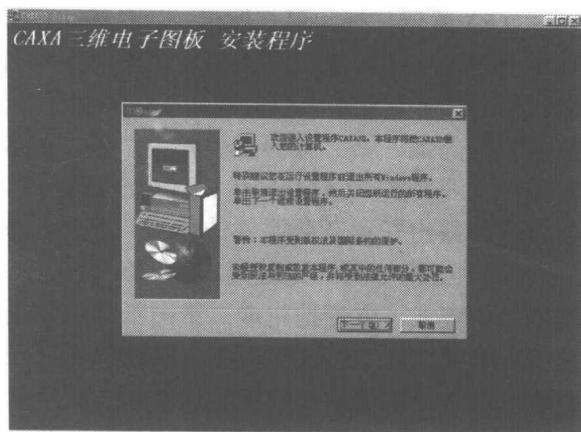

图 1-1
1) 欢迎画面（见图 1-1）。选择“下一个”，继续安装程序，或者选择“取消”则出现退出安装对话框，选择“继续”则继续安装程序，或选择“退出设置程序”则退出安装程序，返回操作系统。